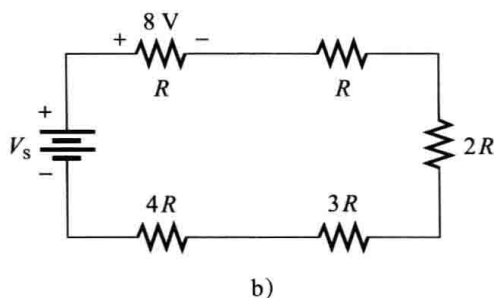

图 4-72 习题 23 图
23. 试确定图 4-72 所示各电路中的未知电压(降), 说明如何连接电压表来测量各未知电压降。